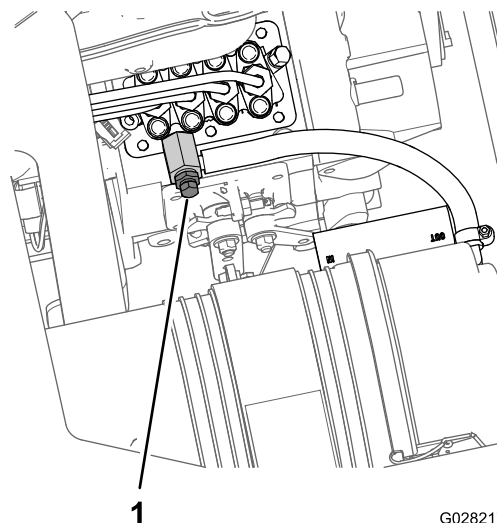

Figure 79
9. Desserrez la vis de purge sur la pompe d'injection (Figure 79).
11. Laissez la clé à la position CONTACT jusqu'à ce que le carburant s'écoule régulièrement par la vis de purge (Figure 79).
12. Serrez la vis de purge (Figure 79) et tournez la clé à la position ARRÊT.
8. Placez un bac de vidange sous la partie pompe d'injection du moteur (Figure 79).